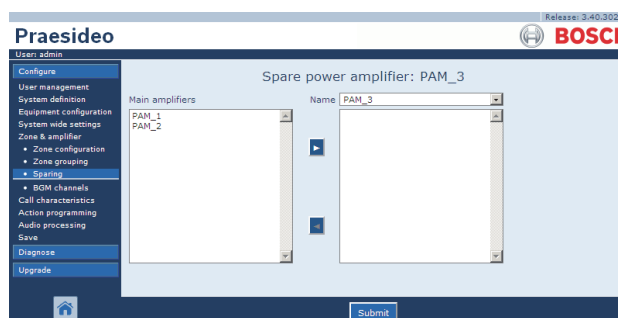

figure 46.12: Affectation, étape 2
- 2 Sélectionnez l'amplificateur de secours à affecter à l'amplificateur principal dans la liste déroulante *Power Amplifier*. Exemple : *PAM_04* (voir figure 46.12).